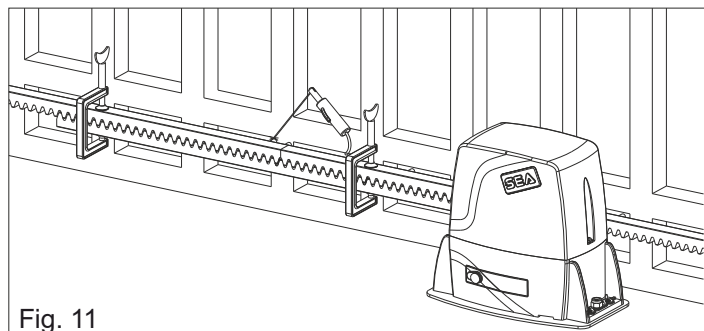

Fig. 11
- 5.4.** Vérifier que tous les éléments de la crémaillère sont parfaitement alignés et positionnés correctement (denture en phase). Il est conseillé d'opposer deux éléments successifs avec un troisième élément comme indiqué sur la Fig. 11;